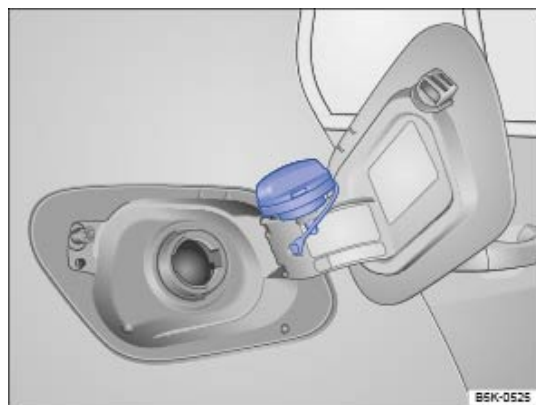

Fig. 193 Trappe à carburant ouverte avec bouchon de réservoir accroché
- Dévissez le bouchon en le tournant dans le sens inverse des aiguilles d'une montre et accrochez-le en haut de la trappe à carburant → Fig. 193.